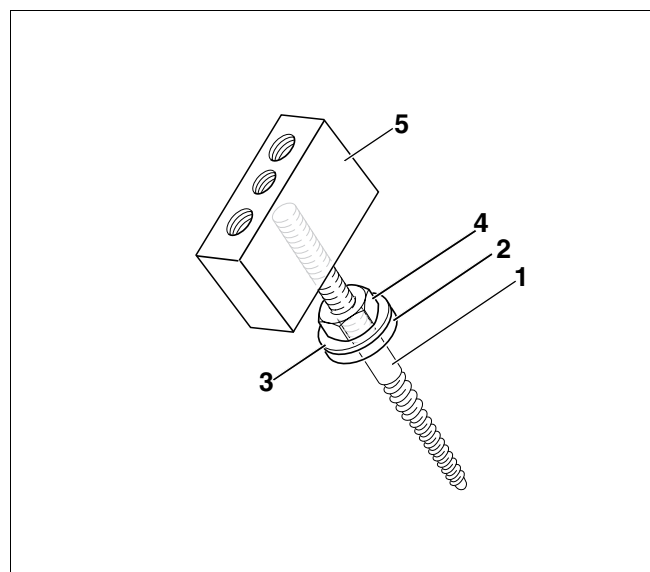

Fig. 5 Montage des pattes à vis
- Montez les pattes à vis selon fig. 5. Tenez compte de l'ordre d'assemblage des différentes pièces.
- Tournez le support (fig. 5, **pos. 5**) jusqu'à la butée sur la patte à vis (fig. 5, **pos. 1**).